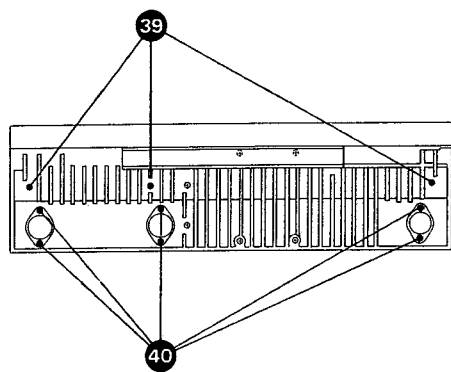

Fig. 3.17.-1
- Pro Print 1 Schraube (39) lösen (Fig. 3.17. - 1).
- Remove 1 screw (39) (fig. 3.17. - 1) from heat sink for each circuit board.
- Dévisser une vis par print (39) (Fig. 3.17. - 1)
- Leistungstransistor lösen 2 Schrauben (40) (Fig. 3.17. - 1) und aus der Halterung herausziehen.
- Undo 2 transistor mounting screws (40) (fig. 3.17. - 1) and pull transistor from its socket.
- Dégager les 2 transistors de puissance (2 vis (40)) (Fig. 3.17. - 1) de leur socle.